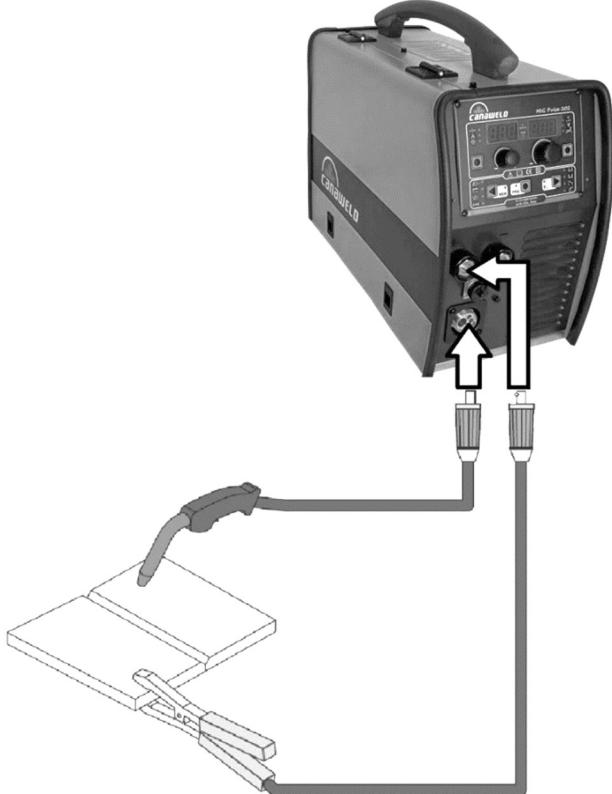

Fig. D1
1. Connecting the cables (Fig. D1-D2)